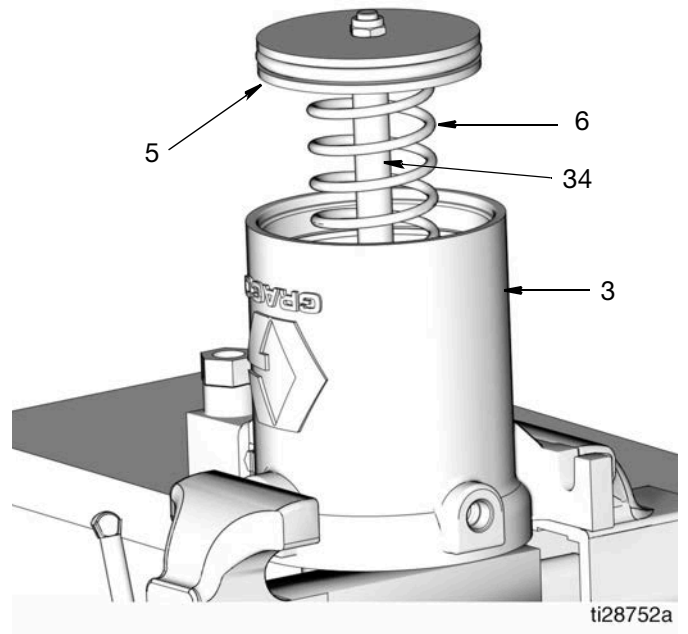

图 21
注意: 活塞 (5) 下的马达气缸 (3) 内有一个弹簧 (6) (图 21)。松开盖子螺丝 (1a) (图 21) 时, 将手固定在盖子 (1) 上, 保持向下。
20. 活塞杆 O 形圈 (36) 和活塞密封 (4)
- a. 从气动马达气缸 (3) 上拆下活塞杆 (34)、活塞 (5) 和弹簧 (6) (图 21)。